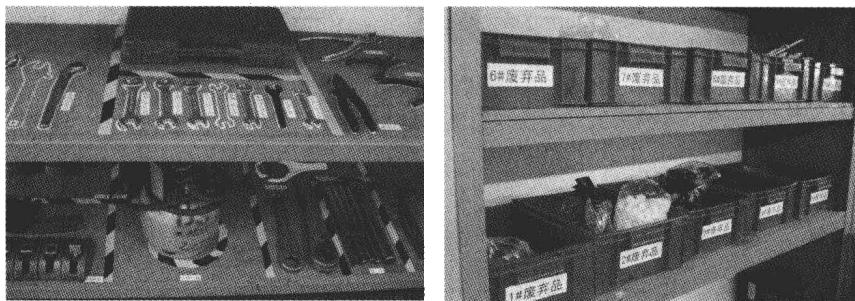

图 1-2 工具标识可视化图例
- (1) 生产线标识牌。标识各生产线名称、编号，如装配区、返修区等。
- (2) 身份标识牌。各类人员佩戴的工作证等，注明岗位、姓名等。
- (3) 工位牌。详细标识各车间和各生产环节内每个工位的编号、名称、工作内容、操作员工、注意事项等。
- (4) 工具箱及零件箱标识牌。要求标识其编号、种类以及存放物品的编号、名称、数量等，如图 1-2 所示。
- (5) 工具标识牌。一般可标识工具的名称、编号、使用工序、使用者等，如图 1-2 所示。